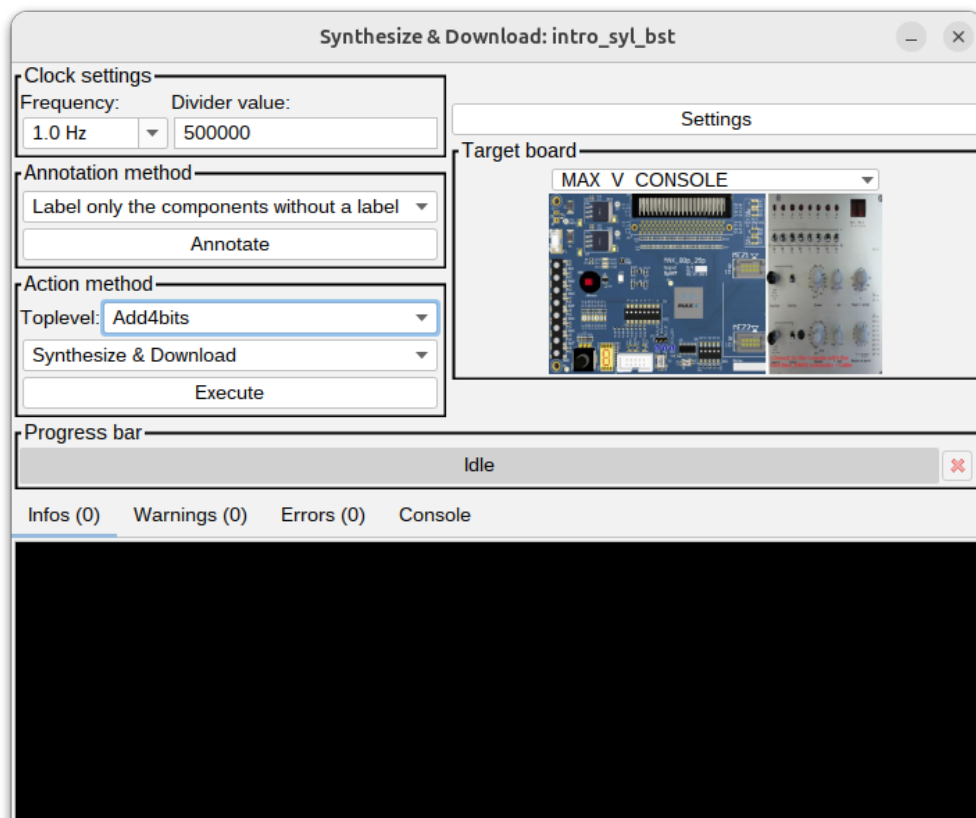

FIGURE 14 – Synthesize & Download
2. Nous pouvons ensuite ouvrir l'interface de programmation via FPGA -> `Synthesize & Download`, comme sur la Figure 14.